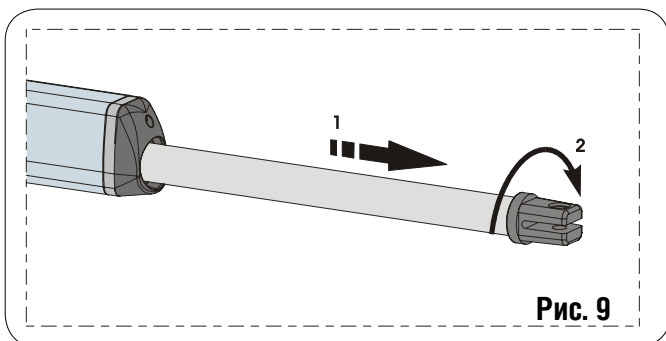

Рис. 9
- 4) Полностью выведите штангу до достижения концевого выключателя Рис. 9